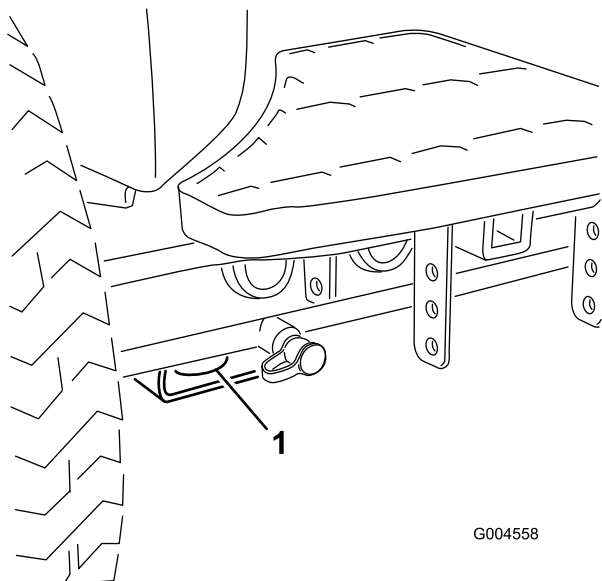

Figure 43
- Avant – trou du patin rectangulaire, sous le tube d'essieu, à l'intérieur de chaque roue avant (Figure 43).